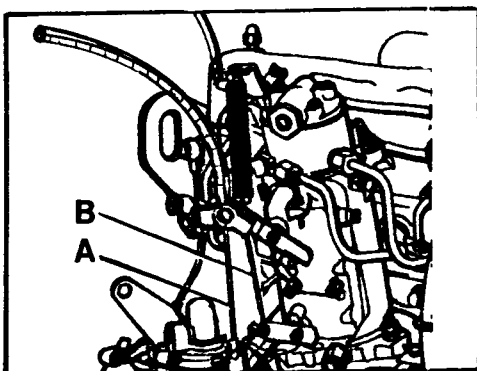

Fig. A1-8 Desmontaje de los cables de acelerador y estrangulador
c) El cable del acelerador, A (Fig. A1-8) y el del estrangulador, B.